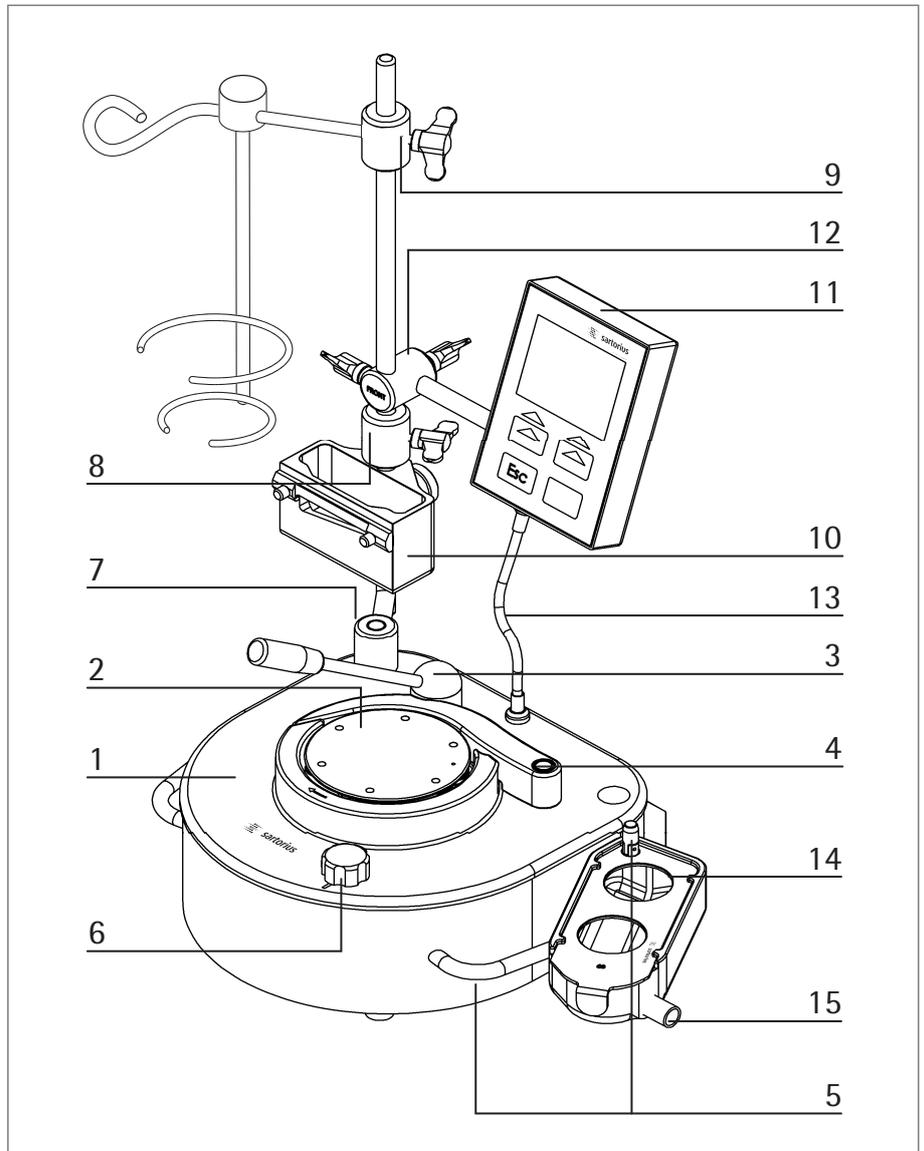

Abb. 1
Die Sterisart® Universalpumpe (Version 16420, siehe Abb. 1) besteht aus Pumpengehäuse (1) mit Pumpenkopf (2), Hebel (3), Bügel (4) und Griffen (5). Auf dem rechten Griff sitzt weiterhin ein Bolzen mit Kippfixierung für den Ablaufbehälter (14). Vorne rechts sitzt der Wählknopf (6). Auf der linken Seite der Pumpe befindet sich das Stativ (7) mit Flaschenhalter (8) und Haltearm (9) sowie der optionale Ampullenbrecher (10). Am Stativ wird weiterhin die Bedieneinheit (11) über die Klemmung Bedienteil (12) befestigt und mit dem Verbindungskabel (13) mit Stecker an der Pumpe angeschlossen (siehe Abb. 1).
An der rechten Seite der Pumpe ist der Ablaufbehälter (Abb. 1; 14) für die Sterilitätstestbehälter angebracht. An ihm kann ein Ablaufschlauch an dem dafür vorgesehenem Anschlussstutzen (Abb. 1; 15) angeschlossen werden.
- Stecken Sie das Stativ (Abb.1, 7) hinten links auf die Stifte des Pumpenoberteils bis es fest sitzt. Die Bohrungen im Fuß des Statives erlauben unterschiedliche Positionierungen des Statives.
- An dem Stativ befestigen Sie zuerst den Flaschenhalter (Abb. 1, 8), danach die Klemmung Bedienteil (Abb. 1, 12) mit dem externen Bedieneinheit (Abb. 1, 11; nur bei Version 16420) und Haltearm (Abb. 1, 9). Anschließend stellen Sie bitte die elektrische Verbindung über das Kabel und Steckerkontakt (Abb.1, 13) des Bedienteils zur Pumpe her. Bei Bedarf bringen Sie vorher den Ampullenbrecher (Abb. 10) an.
- Stecken Sie den Bügel (Abb. 1, 4) und den Klemmhebel (Abb. 1, 3) auf die entsprechenden Bolzen auf der Oberseite der Pumpe. Der Hebel ist mit einer Kunststoffhülse ummantelt, die zu Reinigungszwecken entfernt werden kann. Sollte im Laufe der Benutzung diese Hülse Verschleißerscheinungen aufweisen, kann diese als Ersatzteil nachbestellt werden (siehe Kapitel 14).
- Nach Anbringung des Ablaufschlauches an den Anschlussstutzen (Abb. 1, 15) des Ablaufbehälters (Abb. 1, 14) bringen Sie diesen an dem dafür vorgesehenen Bolzen mit Kippfixierung auf dem rechten Griff (Abb. 1, 5) an. Der Ablaufbehälter sowie die Abdeckplatte werden durch Umlegen der Kippfixierung befestigt.